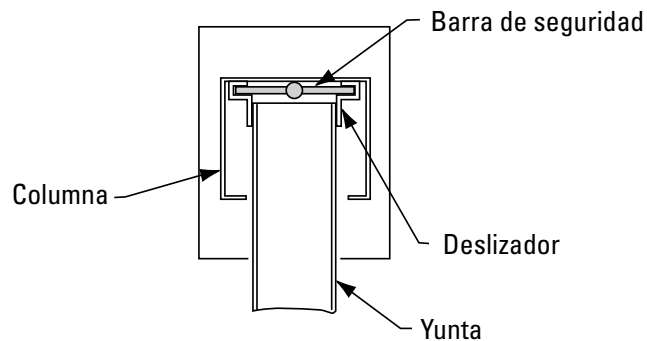

Fig. 10
- B. Mueva la columna hacia el yugo hasta que los deslizadores hagan contacto con la parte trasera de la columna, yugo central en la columna, Fig. 10.